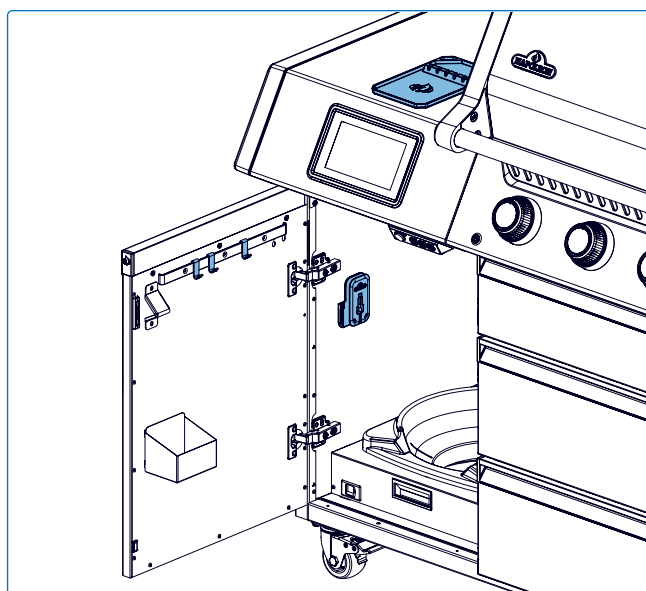

Fig. 9
- Rangez les sondes sur l'étagère latérale avant la cuisson et rentrez-les après usage pour les protéger des intempéries (**Fig. 9**).